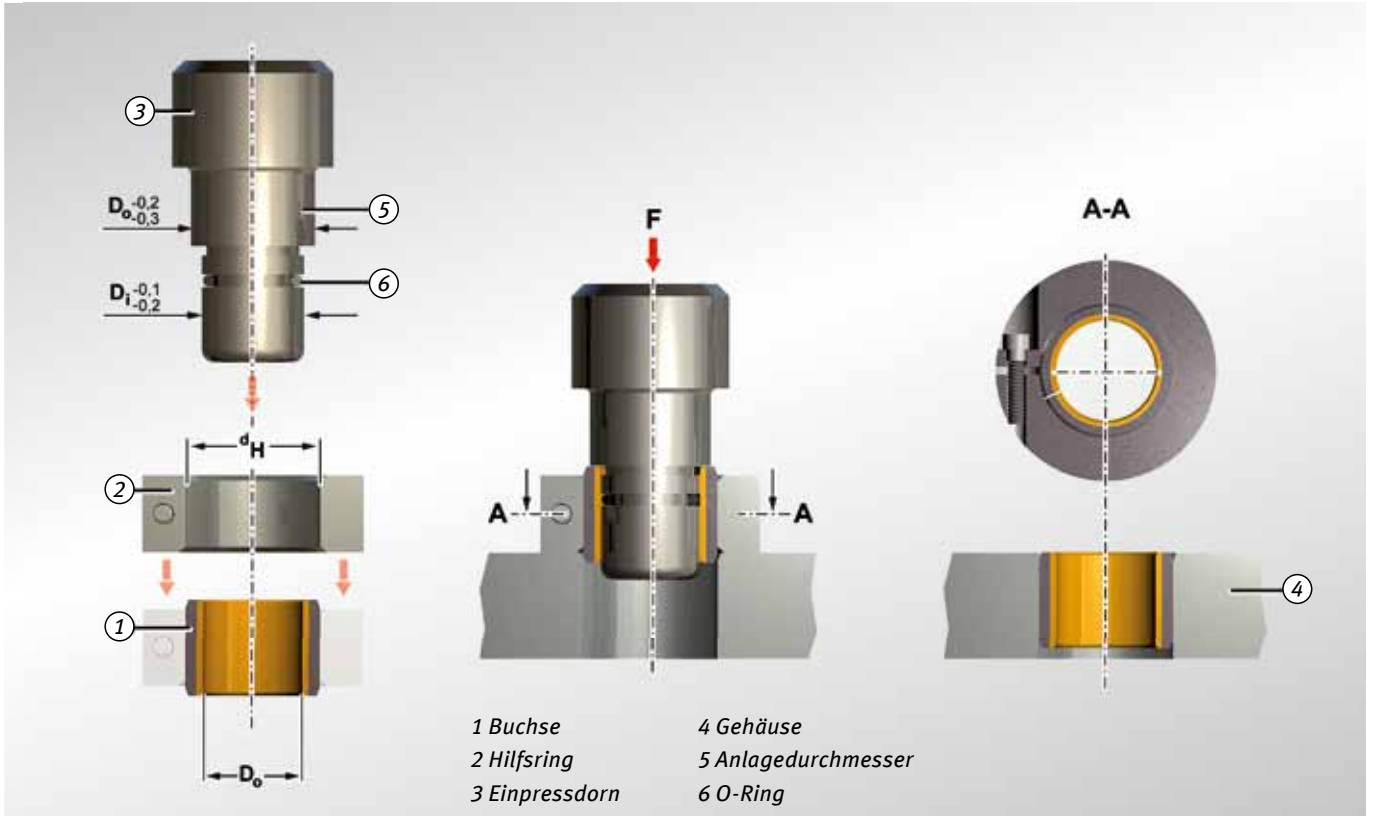

Abb. 52: Einpressen von Buchsen,  $D_o \geq 55$  mm, mit Hilfsring
- Einpressen mit Dorn und mit Hilfsring gemäß Abb. 52.